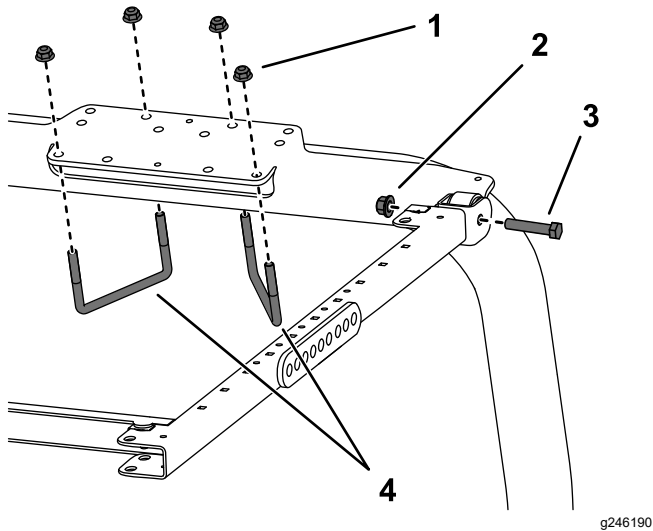

Figura 31
7. Coloque el soporte de montaje del ROPS encima de la barra antivuelco de la unidad de tracción (Figura 31). Asegúrese de que la barra antivuelco está centrada en el soporte de montaje del ROPS.
8. Usando los taladros de montaje indicados en la Figura 31, monte el soporte de montaje del ROPS en la parte superior de la barra antivuelco